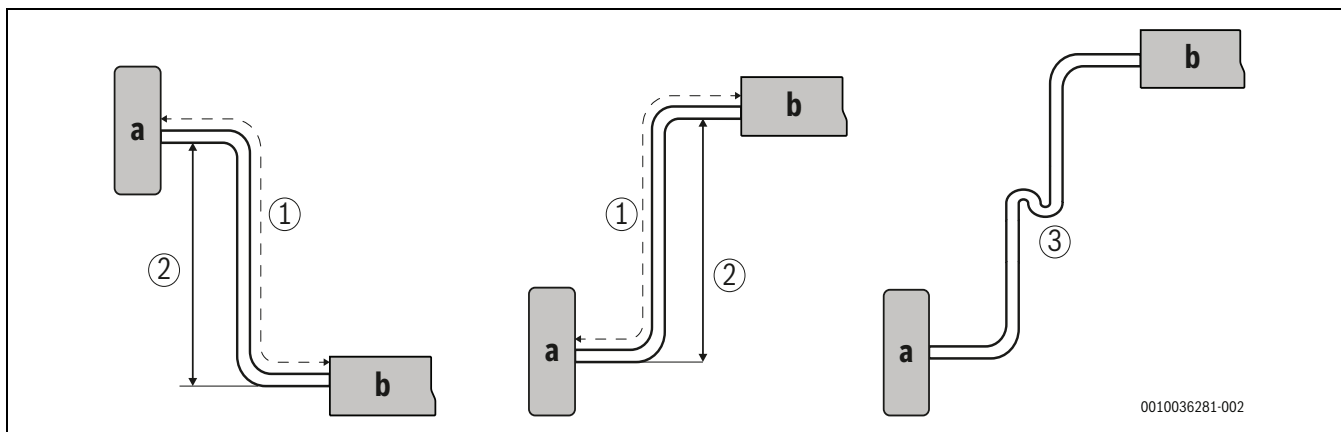

Fig. 8 Longueur et hauteur de tube
2) Vérifier le (2) représenté sur la →Fig. 8